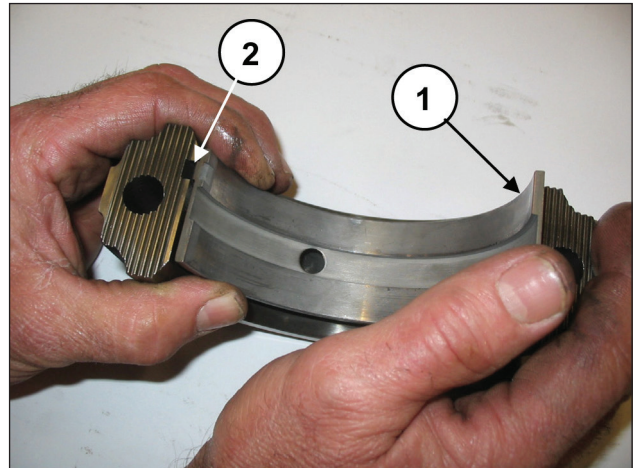

Fig. 59
Applicare i semicuscinetti inferiori ai cappelli (pos. ①, Fig. 59) assicurandosi che la linguetta di riferimento dei semicuscinetti venga posizionata nell'apposito alloggiamento sul cappello (pos. ②, Fig. 59).